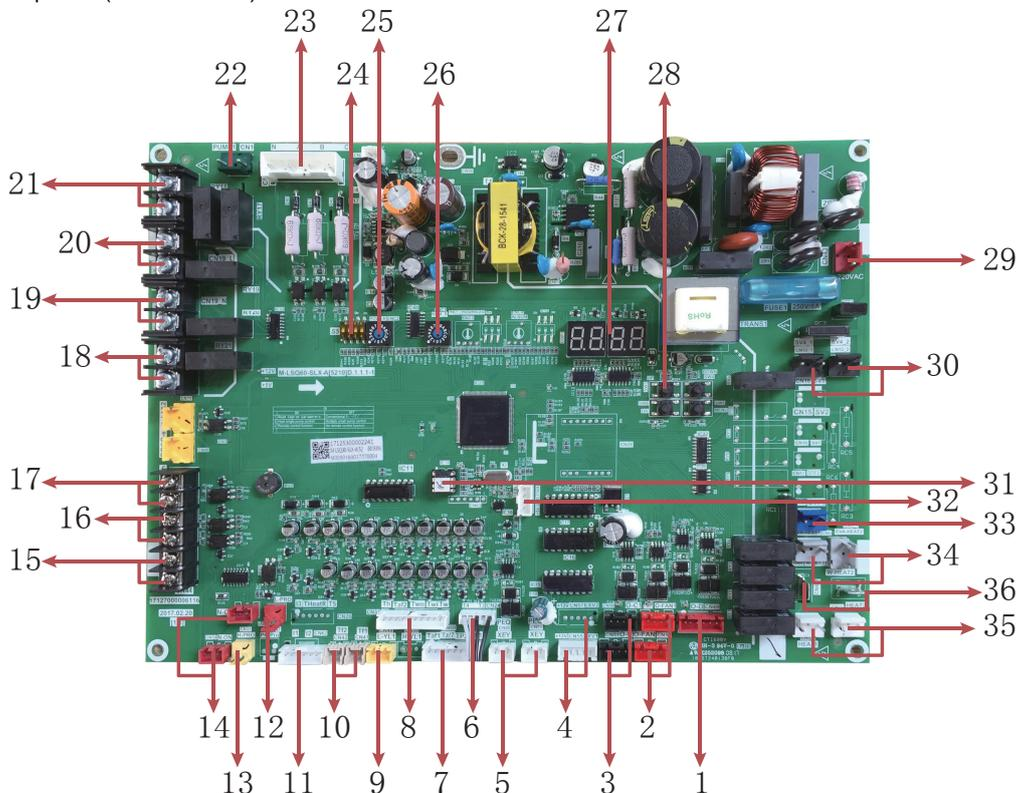

Abb. 5-4
5.5.2 Hauptsteuerplatine (siehe Abb. 5-4)
## 5.6 Detaillierte Beschreibung der Hauptplatineanteile (Abb. 5-4)